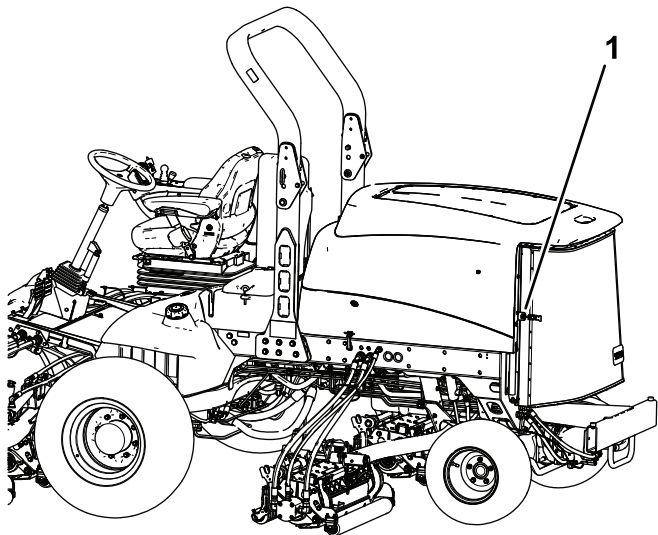

図 113
- 後部スクリーンのラッチを外してスクリーンを開く 図 113。